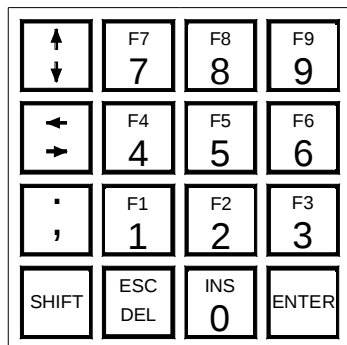

Рис. 2
3. Пленочная клавиатура (Рис.2) находится на передней панели и служит для управления МК-ИК и вывода информации на дисплей.